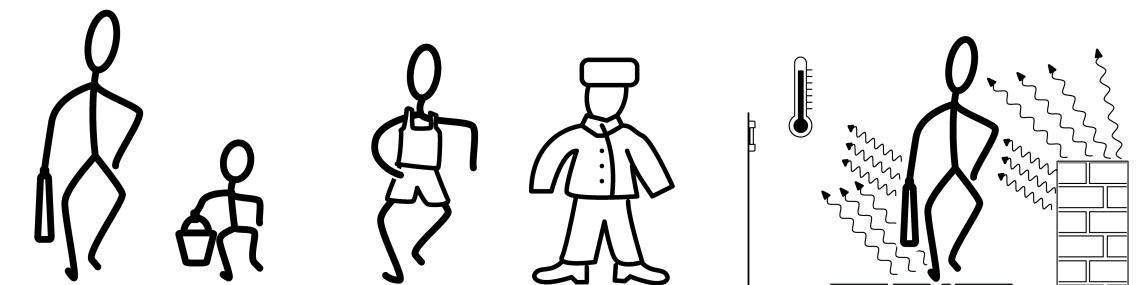

Figure 5: Taille, isolation et contraste de sources de chaleur
- Taille de la source de chaleur, par ex. adulte ou enfant (figure 5)
- Température de la source de chaleur : les surfaces à 37 °C rayonnent de manière plus intensive que celles à 10 °C (figure 5).
- Contraste entre source de chaleur et environnement : si la source de chaleur rayonne de manière aussi intensive que l'environnement, la détection est beaucoup plus difficile (figure 5).